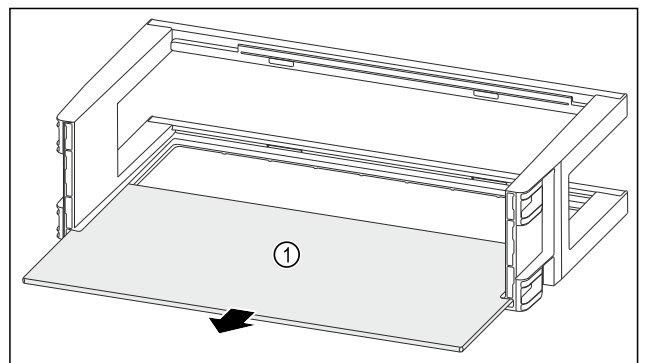

Fig. 114
- Abstellfläche Fig. 114 (1) entnehmen.